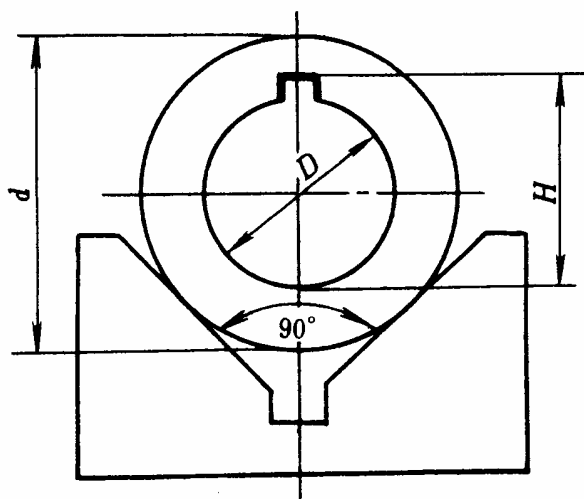

图 13-9
9. 图 13-9 所示齿轮坯，内孔和外圆已加工合格（ $d = \phi 80_{-0.1}^0 \text{ mm}$ ， $D = \phi 35_{+0.025}^0 \text{ mm}$ ），现在插床上用调整法加工内键槽，要求保证尺寸 $H = 38.5_{+0.2}^0 \text{ mm}$ 。试分析采用图示定位方法能否满足加工要求（要求定位误差不大于工件尺寸误差的 1/3）？若不满足要求，应如何改进？（忽略外圆与内孔的同轴度误差）